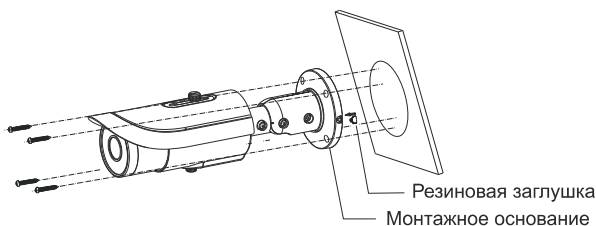

Рис. 5.2. Крепление к стене
3. Поставьте резиновую заглушку в монтажное основание. Прикрепите монтажное основание к стене шурупами, как показано на Рис. 5.2.